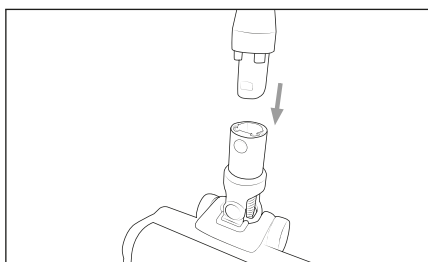

Fig. 2
- 2) Infilare il tubo di aspirazione **23** nella spazzola per pavimenti **20** fino a quando non si innesta in posizione con un clic (vedere fig. 2). In alternativa è possibile collegare la spazzola per pavimenti **20** all'apparecchio anche senza tubo di aspirazione **23**.